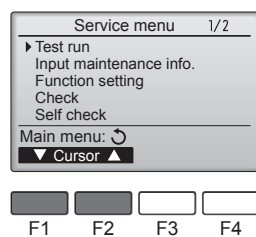

Fig. 6-3
③ Velg "Testkjøring" med [F1] eller [F2]-knappen, og trykk på [✓]-knappen. (Fig. 6-3)